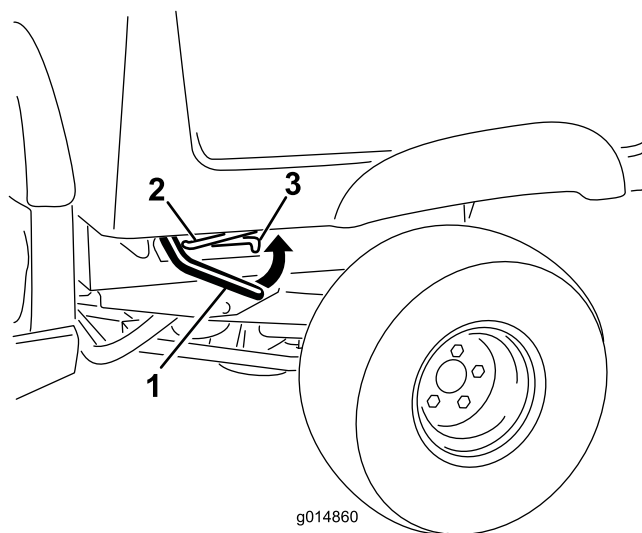

図 10
1. 荷台の前側の角部ちかくにあるラッチレバーを持ち上げて、荷台を上昇させる 図 10。
2. 荷台が上がったら、車体の左側ブレームについている支え棒を、荷台の底部についているスロットの奥までいれて荷台を支える 図 10。
1. ラッチバーを引き上げて荷台をかるく持ち上げる 図 10。
2. 荷台の底部のスロットにはめ込んであった支え棒を外す 図 10。
3. ラッチがかかるまで荷台を確実に降ろす 図 10。